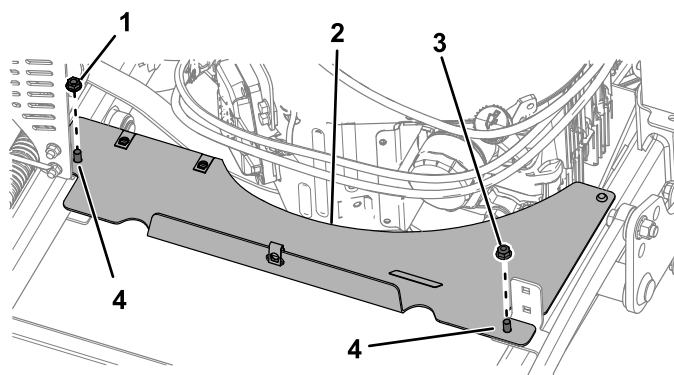

Bild 21
1. Montieren Sie die hintere Schutzverlängerung, wie in Bild 21 dargestellt. Ziehen Sie die Mutter auf ein Drehmoment von 20-24 N·m an.